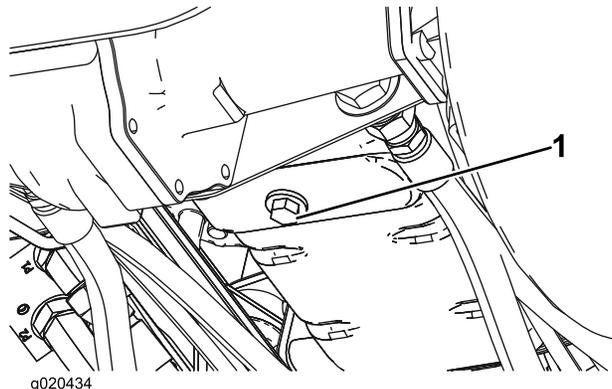

Рисунок 59
1. Снимите маслосливную пробку (Рисунок 59) и дайте маслу стечь в сливной поддон. Когда масло перестанет течь, поставьте маслосливную пробку на место.